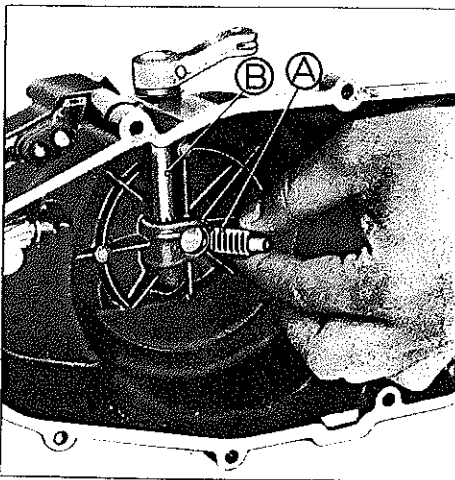

FIG. M51 - A. CREMALHEIRA
3. Inserir a cremalheira no furo no interior da tampa direita. Figura M51.